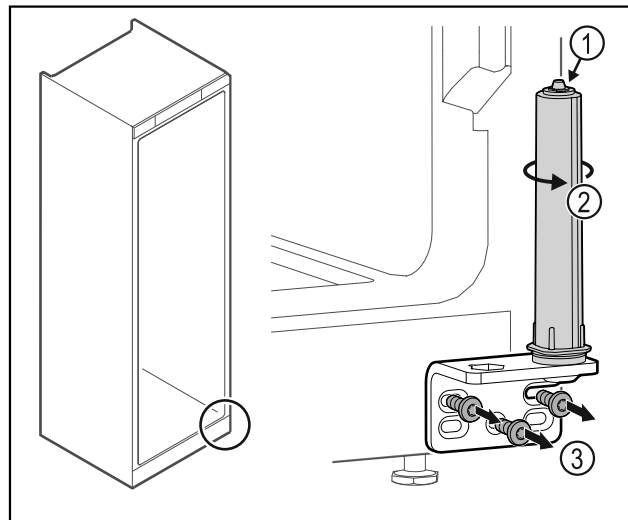

Fig. 34
- ▶ Ne razstavite sistema za zaklepanje vrat Fig. 34 (1).
- ▶ Obrčajte zaporni sistem Fig. 34 (2), dokler ne klikne.
- ▶ Odvijte kotnik tečaja vrat Fig. 34 (3).